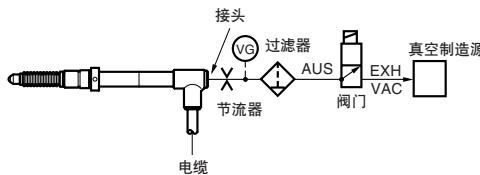
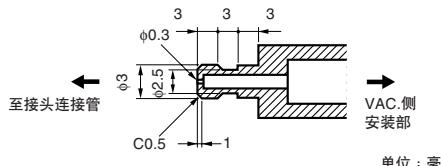

图 1. 气压线路
图 2. 节流器的尺寸
- 经由气动机安装口，利用真空泵等进行测定元件操作时，使用图 1 所示的气压线路构成可以实现空气驱动。适宜的真空压力为 40~66.7 kPa 左右。另外，为了控制抽排气速度，请按图 2 所示在专用管先端安装节流器。